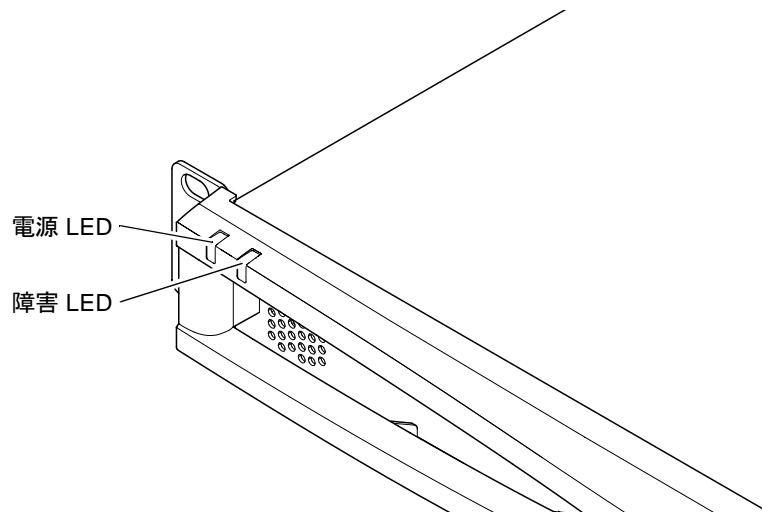
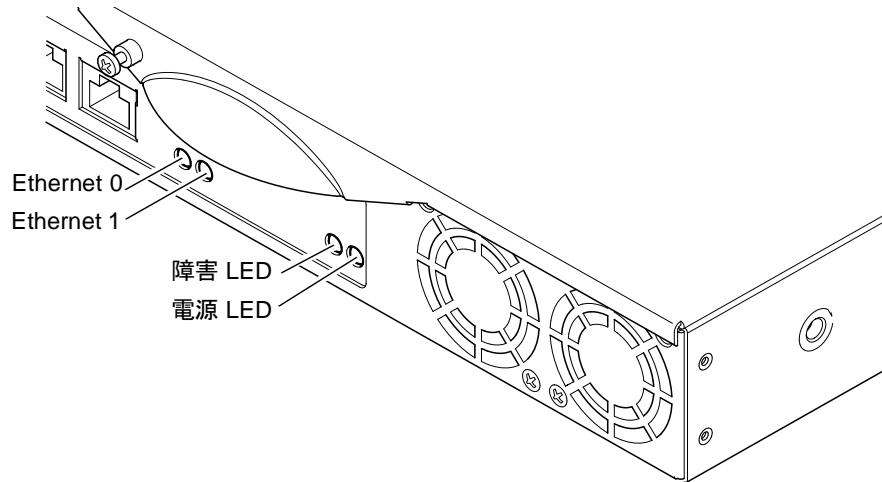

図 7-1 正面パネルの電源および障害 LED
図 7-2 背面パネルの電源および障害 LED
Netra X1 サーバーには、正面パネルに 2 つ (図 7-1 を参照)、背面パネルに 4 つ (図 7-2 を参照) の LED があります。正面パネルの LED は、電源と障害だけを示します。背面パネルの LED は、最大 2 つの Ethernet 接続の情報と、正面パネルの LED の電源および障害の情報と同じ内容を示します。
**Netra X1** サーバーの背面パネルには、4 つの **LED** があります (図 7-2 を参照)。